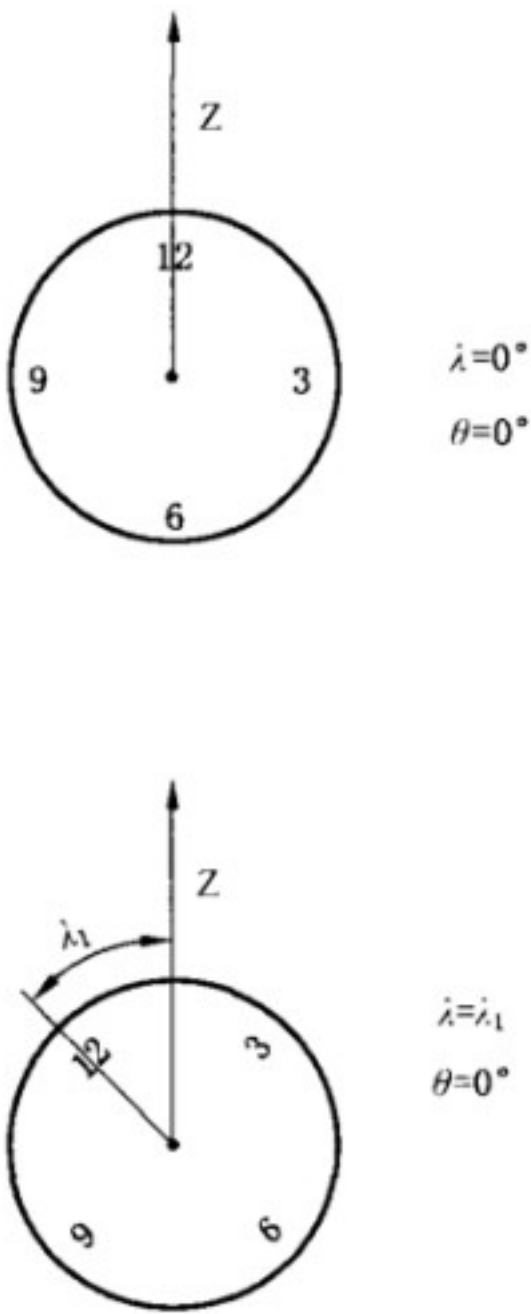
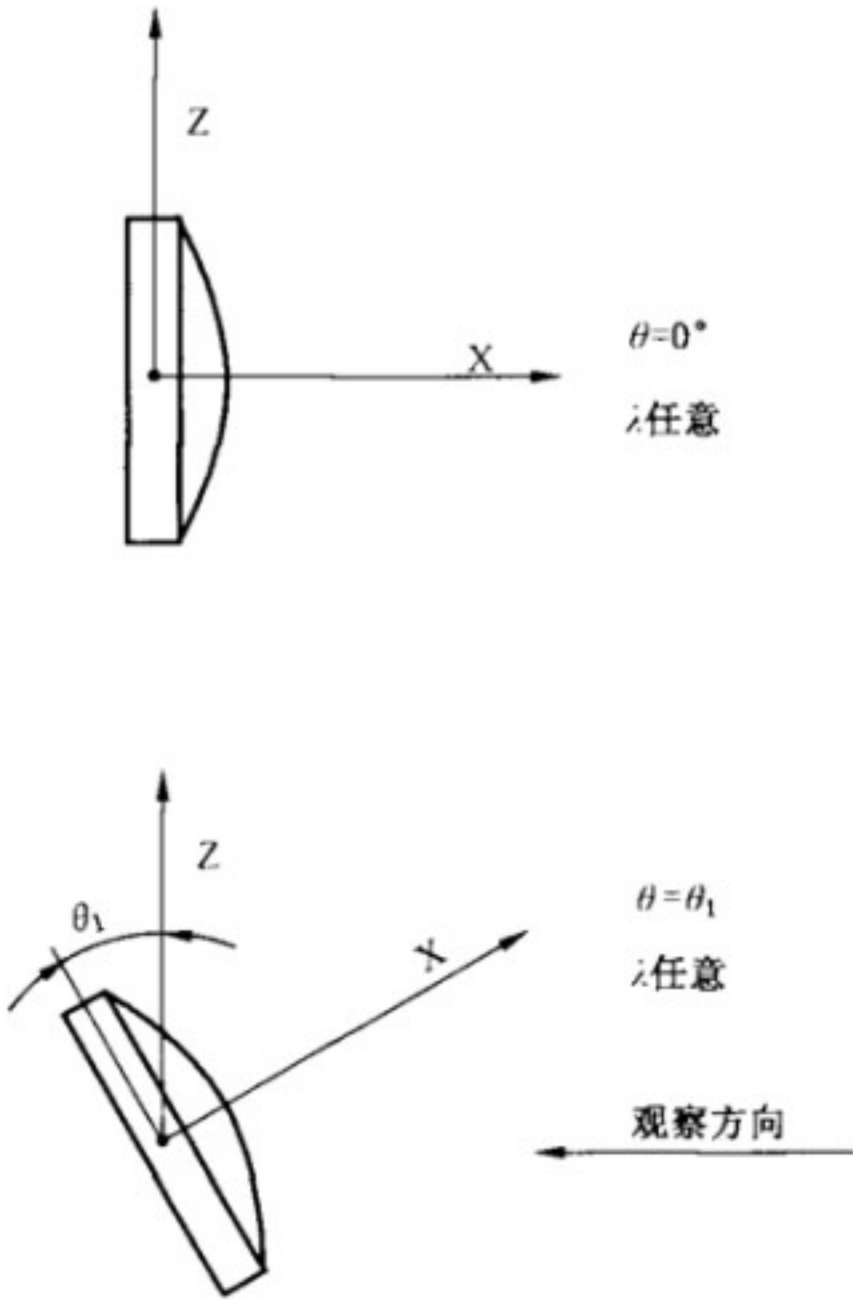

图 1 角 λ 示意图
图 2 角 θ 示意图
计时仪器或其机心的位置是以与重力加速度方向相反的 Z 轴方向为基础的(图 1 和图 2),用角 λ 和 θ 来标记,角 λ 和 θ 的定义如下。
2.1 角 λ 是计时仪器围绕垂直于表盘的 X 轴逆时针方向转动的角度(见图 1)。
2.2 角 θ 是计时仪器围绕垂直于 ZX 面的轴旋转的角度(见图 2):